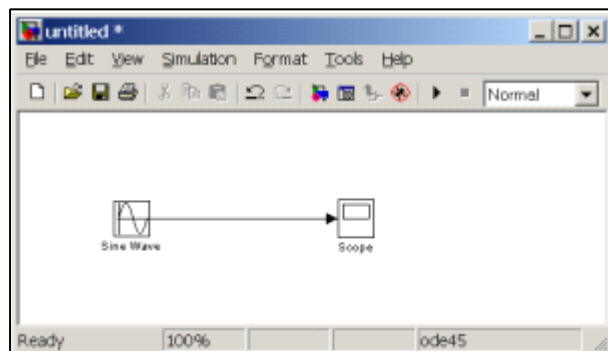

图 7.3 Simulink模型窗口
(5) 用同样的方法打开接收模块库“Sinks”，选择其中的“Scope”模块(示波器)拖放到“untitled”窗口中。
(6) 在“untitled”窗口中，用鼠标指向“Sine Wave”右侧的输出端，当光标变为十字符时，按住鼠标拖向“Scope”模块的输入端，松开鼠标按键，就完成了两个模块间的信号线连接，一个简单模型已经建成。如图 7.3 所示。
- 在图 7.3 的 Simulink 模型窗口选择菜单“File”→“New”→“Model”，或者单击工具栏的图标。
- 在图 7.3 的 Simulink 模型窗口中选择菜单“File”→“Open...”或者单击工具栏的图标打开文件。